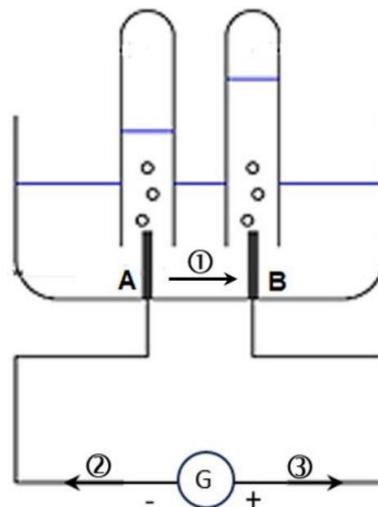

Figure 4 : schéma du montage
- Q.12.** Indiquer, parmi celles numérotées ①, ② ou ③ sur la figure 4, les deux flèches représentant respectivement le sens du courant électrique et celui du déplacement des électrons.